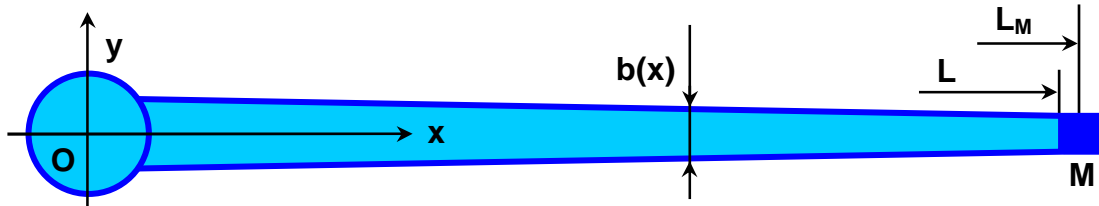

Fig. 3 : Bras tournant autour du point O.
La Fig. 3 représente un dispositif qui permet de soumettre à d'importants efforts centrifuges une masse  $M$  fixée à l'extrémité d'un bras en rotation autour de son extrémité opposée. Le bras est considéré comme une poutre droite orientée par l'axe  $x$ , de section rectangulaire, avec une largeur  $b(x)$  variable en fonction de  $x$  et une épaisseur  $e$  constante. Il est constitué d'un matériau homogène de masse volumique  $\rho$ . On cherche à optimiser le profil  $b(x)$  pour obtenir une contrainte uniforme dans la pièce en fonctionnement.
- 2.1. L'ensemble de la Fig. 3 tourne autour du point O avec une vitesse constante  $\omega$ . Le centre de gravité de la masse  $M$  est situé à une distance  $L_M$  de l'axe de rotation. Quelle est l'intensité de l'effort centrifuge  $F_M$  auquel est soumis la masse  $M$  ?